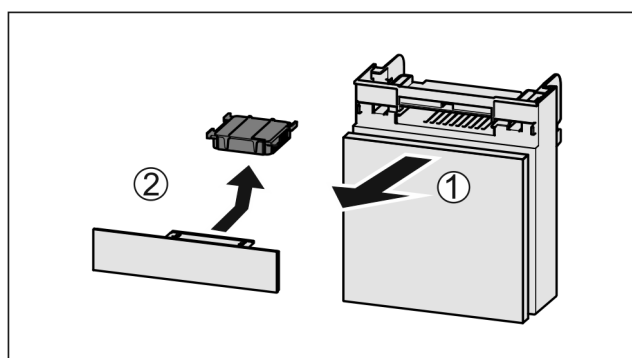

Fig. 61
- Extraire le compartiment par l'avant Fig. 61 (1).
- ▶ Sortir le filtre à charbon actif Fig. 61 (2).